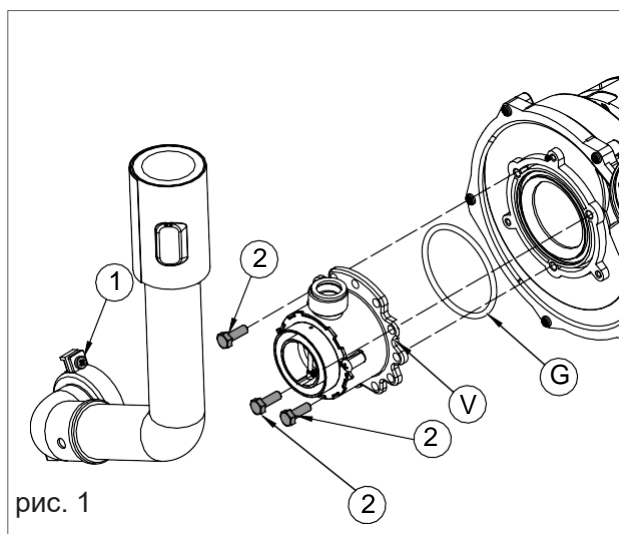
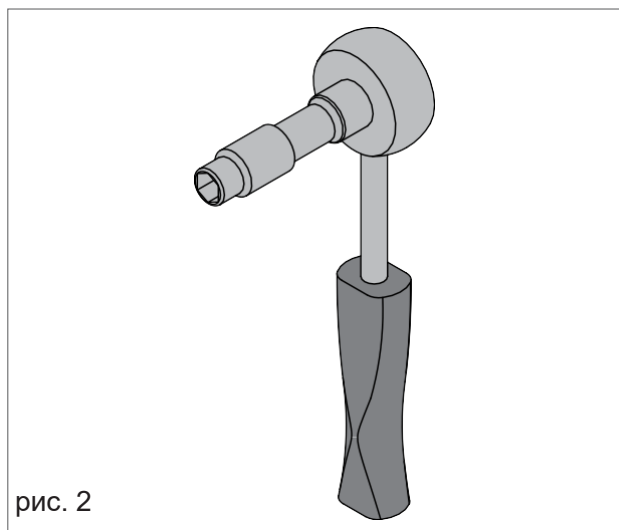

рис. 1
рис. 2
- › Выньте два винта (поз. 1 на рис. 1) из крепежной втулки и снимите трубу забора воздуха.
- › Снимите три крепежных винта (поз. 2 на рис. 1), удерживающие трубку Вентури (V на рис. 1) при помощи ключа размера 10, как показано на рис. 2.
- › Соберите детали. Для этого выполните описанные выше операции в обратном порядке. Убедитесь, что прокладка (поз. G) установлена так, как показано на рис. 1.
10. ИНДИКАТОР НАЛИЧИЯ ПЛАМЕНИ / ТАКЖЕ ПРЕДСТАВЛЯЕТ СОБОЙ ТРЁХСТУПЕНЧАТУЮ ШКАЛУ, ОТОБРАЖАЮЩУЮ ИЗМЕНЕНИЕ УРОВНЯ МОЩНОСТИ НАГРЕВА КОТЛА (РИС.2).
ТРЕХСТУПЕНЧАТУЮ ШКАЛУ, ОТОБРАЖАЮЩУЮ ИЗМЕНЕНИЕ УРОВНЯ МОЩНОСТИ НАГРЕВА КОТЛА (РИС.2).